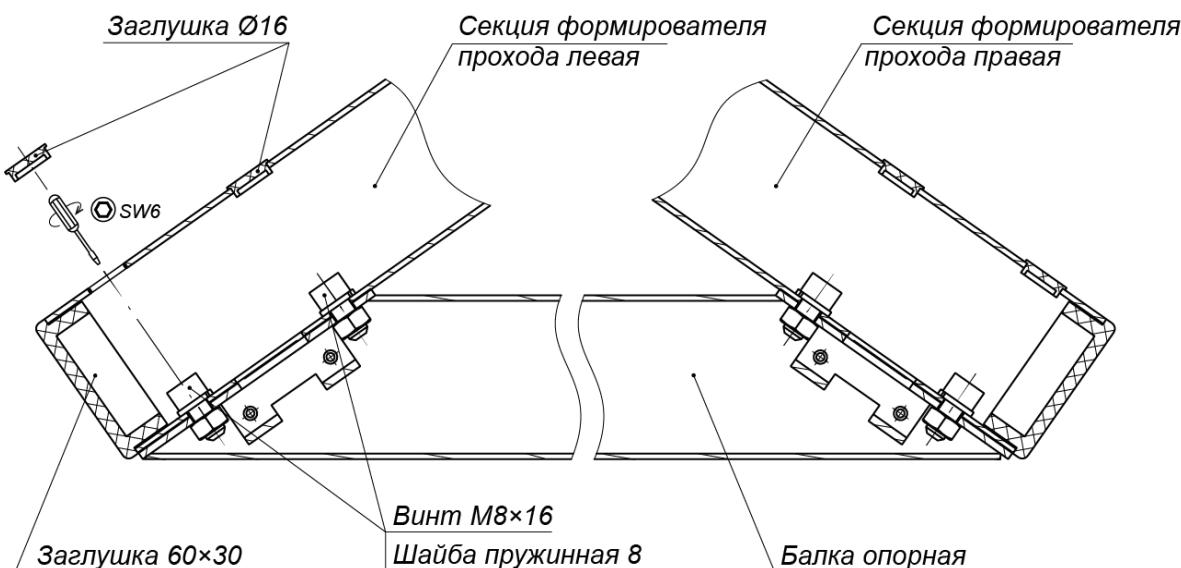
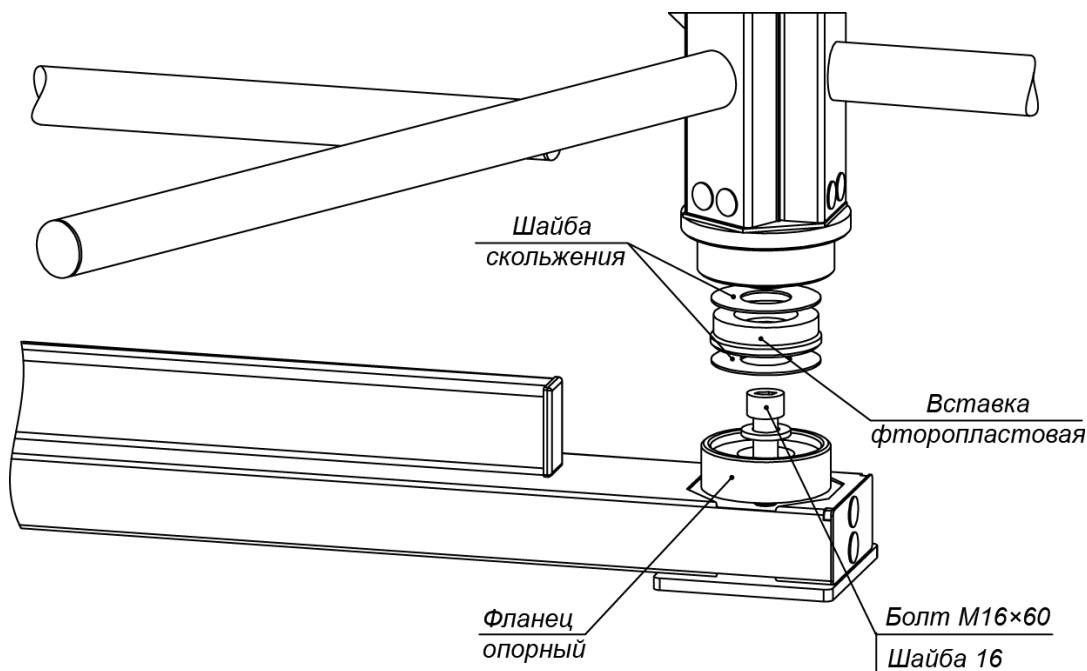

Рисунок 12. Крепление балки опорной (7) к секциям (6) формирователя прохода
Рисунок 13. Нижний узел вращения ротора (3)
3. Выполните на установочной поверхности разметку отверстий для монтажа турникета. Используйте шаблон из комплекта поставки, но затем обязательно проверьте истинность расстояний в соответствии с рис. 12.
индикации формирователей должны быть развернуты от оси симметрии (см. рис. 12) и учтено расположение на секциях мест крепления опорной балки (см. рис. 13).
9. Установите балку опорную (7) на секции (6) формирователя прохода:
- Закрепите балку опорную на секциях формирователя прохода четырьмя болтами M8×16 (ключ SW6) из комплекта сборочно-монтажных принадлежностей (ящик №4). При уличном монтаже стыки опорной балки с секциями формирователя прохода рекомендуется герметизировать, используя атмосферостойкий силиконовый герметик по инструкции производителя (см. рис. 13).
10. Распакуйте стойку с преграждающими планками (5) (ящик №4).
11. Установите стойку с преграждающими планками (5) (работайте вдвоем!):
- Для варианта прокладки кабелей питания и управления через кабельные каналы в установочной поверхности снизу: положите стойку с преграждающими планками (5) на установочную поверхность таким образом, чтобы опорный фланец находился рядом с зоной отверстия A. Затем, используя монтажную проволоку, протяните кабели через нижнее отверстие в преграждающей стойке со стороны фланца вверх по стойке до ее верхнего отверстия. Выпуск кабелей на выходе из верхнего отверстия должен составлять 0,8 - 1,0 м. Временно зафиксируйте концы кабелей на верхней планке преграждающей стойки (к примеру, с помощью липкой ленты).
- Установите стойку с преграждающими планками на отверстия с анкерами в установочной поверхности по оси симметрии, при этом фланец должен встать на зону A, а место нижнего узла вращения (3) – на отверстие с анкером M16 (см. рис. 12).
17. Окончательно затяните анкерные болты крепления к установочной поверхности опорных фланцев стойки с преграждающими планками (5) и фланцев секций (6) формирователя прохода. При возникновении перекосов в силовых элементах конструкции турникета допускается использовать монтажные прокладки.
19. Закройте пластиковыми заглушками Ø16 отверстия для болтов соединения секций ротора (2) и отверстия крепления балки опорной (7) к секциям (6) формирователя прохода (см. рис. 13 и 20).